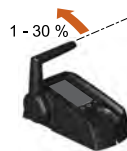

Fig. 70: Intervalo 1 - 30%
4. Coloque a alavanca do acelerador no intervalo 1 - 30%, **consultar "Fig. 70: Intervalo 1 - 30%"**.